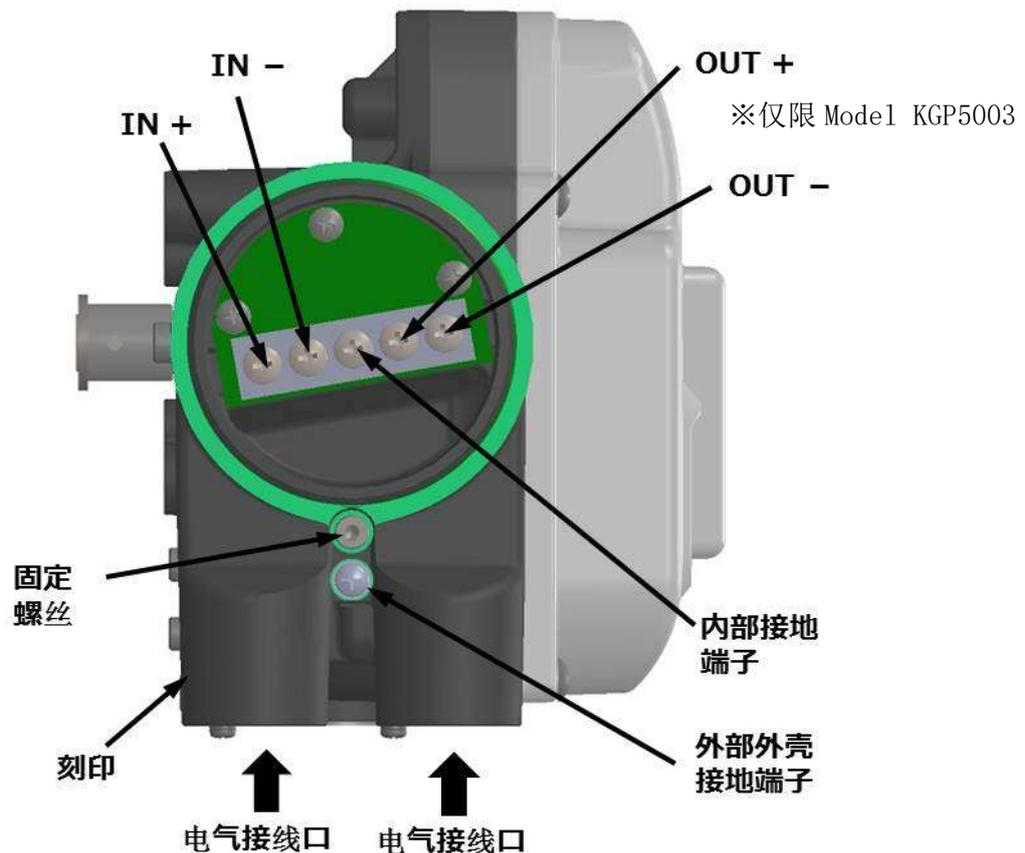

图 2.6a 电气接线口和端子
5. 如图 2.6a 所示，接地有内部接线和外部接线的两个端子可以使用。2 种具有同等效果，请根据当地电气规范和设置环境进行接线。